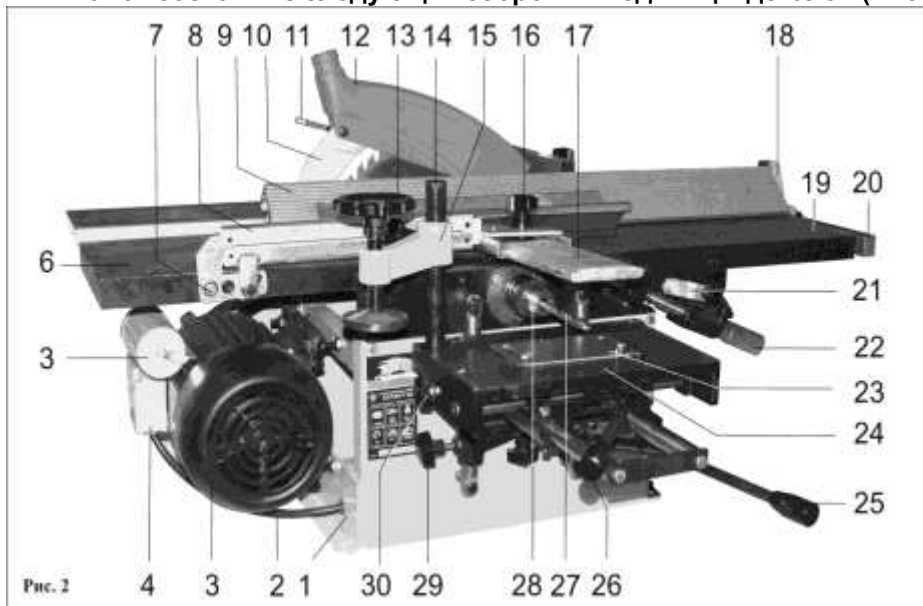

Рис. 2
7.1. Станок состоит из следующих сборочных единиц и деталей (Рис. 2)
9.5.5. При выполнении сверлильной операции скорость подачи заготовки, закреплённой на рабочей поверхности суппорта (24), осуществляйте рычагом поперечной подачи (25) с учётом диаметра режущего инструмента, твёрдости и влажности материала заготовки, Рис. 2.
9.5.6. При выполнении операции шипорезных работ, продольного или торцевого (косого) пиления скорость подачи заготовки осуществляется вручную (усилием оператора) с учётом высоты пиления, твёрдости и влажности материала заготовки, Рис. 2.
### 8.1. Монтаж станка (Рис. 2)
### 8.2. Установка пильного диска (Рис. 2 - 4)
### 8.3. Установка пильного суппорта (Рис. 2, 5)
### 8.6. Установка защитной планки (Рис. 2)
### 8.7. Установка суппорта для выполнения сверлильных работ (Рис. 2, 8, 9)
8.8. Установка сверлильного патрона (Рис. 2, 8)
### 9.1. Регулировки и настройки перед началом пильных работ (Рис. 2, 3)